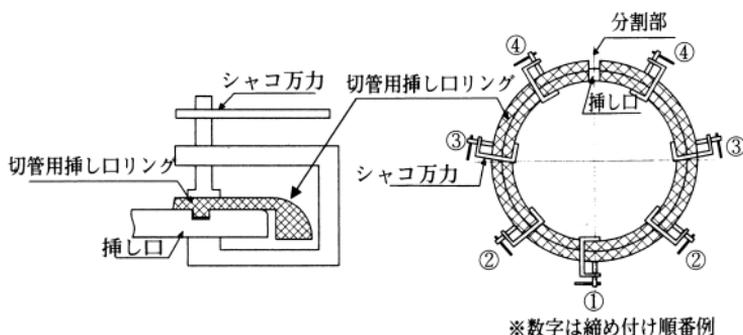

図62 切管用挿しロリングの締め付け
- ②シャコ万力を用いて、図62のように切管用挿しリングの分割部の反対側から順次締め付ける。